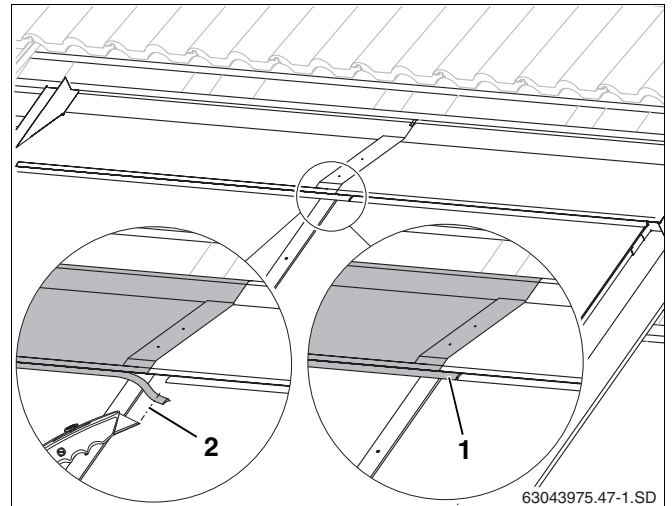

Fig. 58 Chapa protectora superior izquierda
- ▶ Recorte la tira de goma (fig. 58, **pos. 2**) hasta que haga tope con la falda de goma de la chapa protectora derecha.
- ▶ Coloque la tira de goma de la chapa protectora izquierda en la unión de la chapa protectora derecha (fig. 58, **pos. 1**).